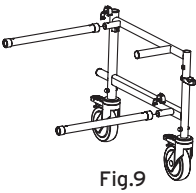

Fig.9
- Colocar los tubos de fijación sobre el bastidor, lado izquierdo o derecho, alinear los orificios e introducir los C-clip como muestra la Fig.9;